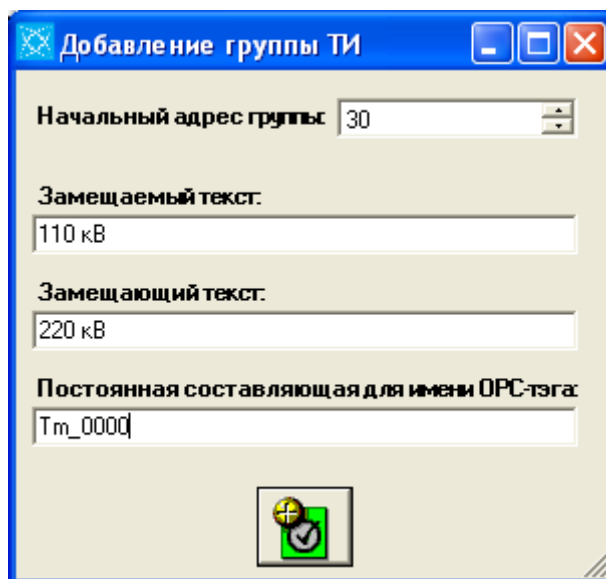
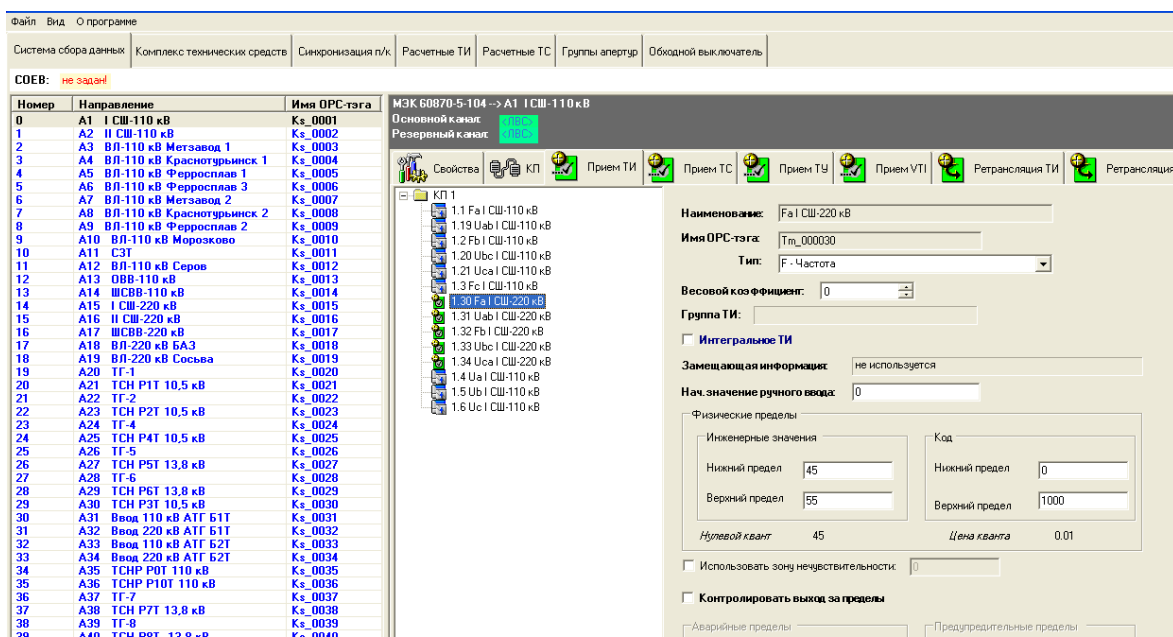

Рисунок 30. Окно «Добавление группы ТИ»
Рисунок 31. Добавление к списку новых телеизмерений при копировании группы
- 4) Нажмите на кнопку  или нажмите клавишу Enter. Окно закроется, а созданные ТИ отобразятся в списке телеизмерений (см. рисунок 31).
«Замещаемый текст» и «Замещающий текст» - «110 кВ» и «220 кВ», в поле «Постоянная составляющая для имени ОРС-тэга» - «Tm_0000» (см. рисунок 30). В результате копирования к списку добавляется 5 новых телеизмерений с адресами с 30 по 34, в наименовании текст «110 кВ» поменялся на «220 кВ», а имена ОРС-тэгов получились следующие: «Tm_000030», «Tm_000031», «Tm_000032», «Tm_000033», «Tm_000034» (см. рисунок 31).